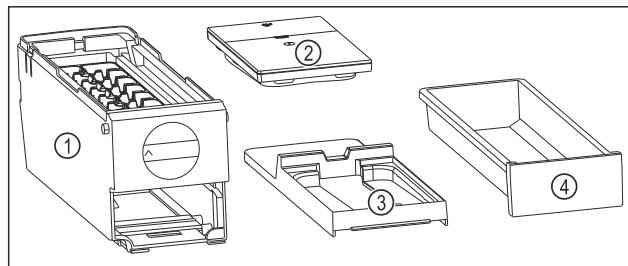

Fig. 143 Componenti dell'EasyTwist-Ice
- L'EasyTwist-Ice è scomposto in quattro parti. (vedere Fig. 143)
- Smontare l'EasyTwist-Ice scomponendo solo gli elementi rappresentati in figura. (vedere Fig. 143)
- Pulire l'intero corpo dell'EasyTwist-Ice Fig. 143 (1).